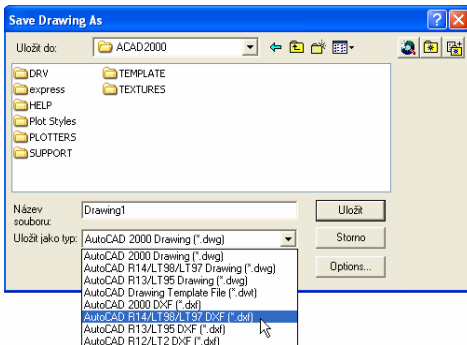

Рис. 1.0-1
1. Откроете набор с проектом в AutoCAD (или в другой графической программе, с которым работаете) и в меню *File/Набор* выберем возможность *Save as.../Записать как ...* Появится окно, в котором определите место записи набора, его наименование и в нижнем развзретьявающем окне *Save Drawing as.../Записать как тип* выберете тип набора \*.dxf версию 14 или высшую. (рис. 1.0-1).
Стены: (Рис. 1.0-1)